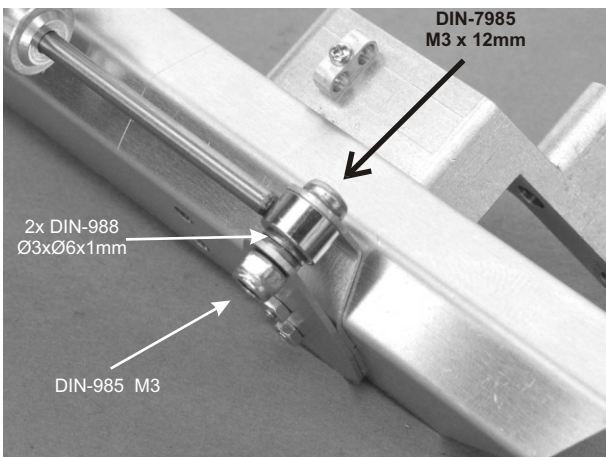

Bild 15
Jetzt wird der andere Zylinder Teleskop(Q) vorne mit der Schraube DIN-7985 M3x12, den 2 Paßscheiben DIN-988 3x6x1 und der Stopmutter DIN-985 M3 wie in Bild 15 ersichtlich, zwischen den Zylinderhalteblechen (L) und (M) befestigt. Sollte der Zylinder nicht genau parallel zum Arm liegen, müssen die Paßscheiben eventuell anders verteilt werden.